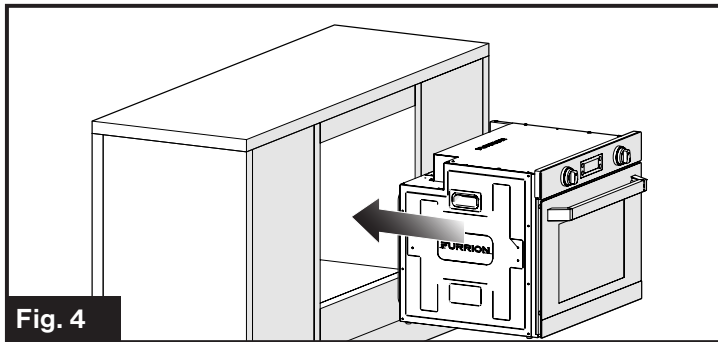

Fig. 4
2. Deslice el horno dentro de la abertura del armario sujetando las dos asas incorporadas a cada lado del horno. No utilice la manija de la puerta para levantar el horno. (Fig. 4)